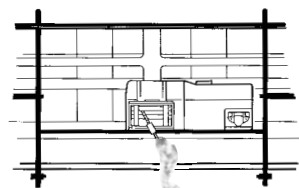

Figura 4
7. NUNCA USE EL CABRESTANTE CON MENOS DE 5 VUELTAS de cable de alambre en el tambor, ya que es posible que el cable de alambre y su sujeción no resistan la carga completa. Siempre use la barra para manos cuando guíe el cable de alambre hacia adentro o afuera (ver la Figura 4).